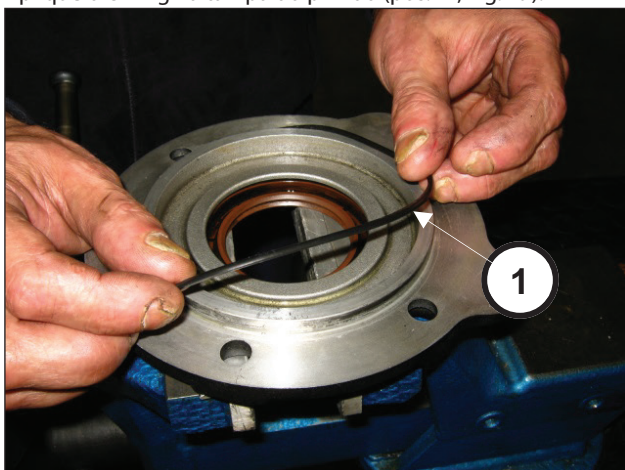

Fig. 79
Aplique o O-ring na tampa do pinhão (pos. ①, Fig. 79).